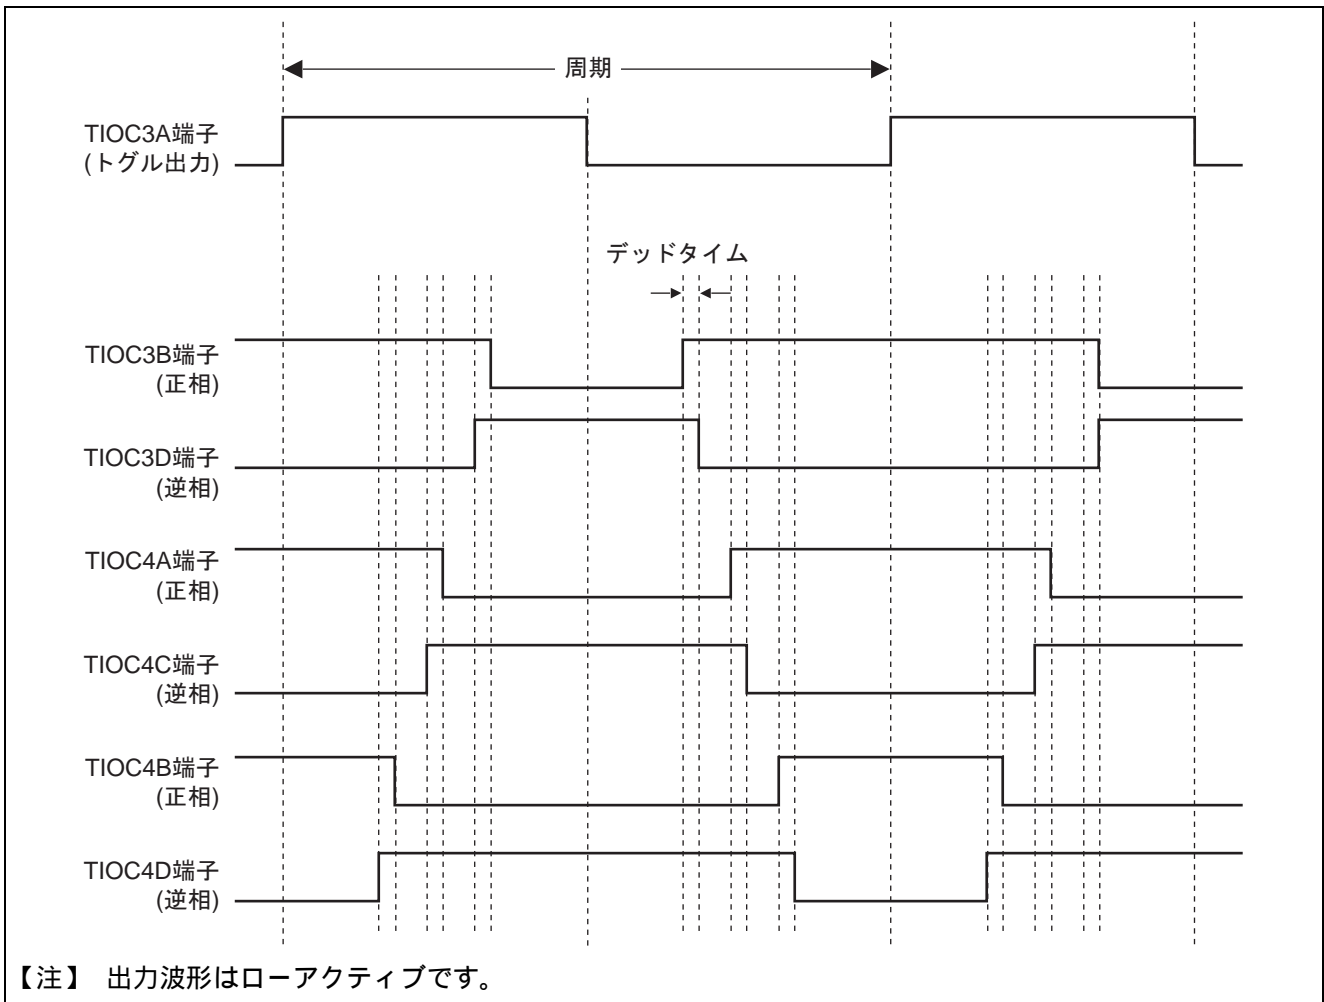

図 1 3相相補 PWM 出力波形
- (1) 本タスク例では、MTU2 を用いて動作を行います*。
- (2) 図 1 に示すように、正相と逆相で 1 相とした PWM 波形を 3 相出力します。
- (3) PWM 波形は正相と逆相が同時にアクティブとならない期間 (デッドタイム) を有します。
- (4) デッドタイムは任意に設定可能です (デッドタイムなしの設定も可能)。
- (5) デューティは 0~100% まで任意に設定可能です。